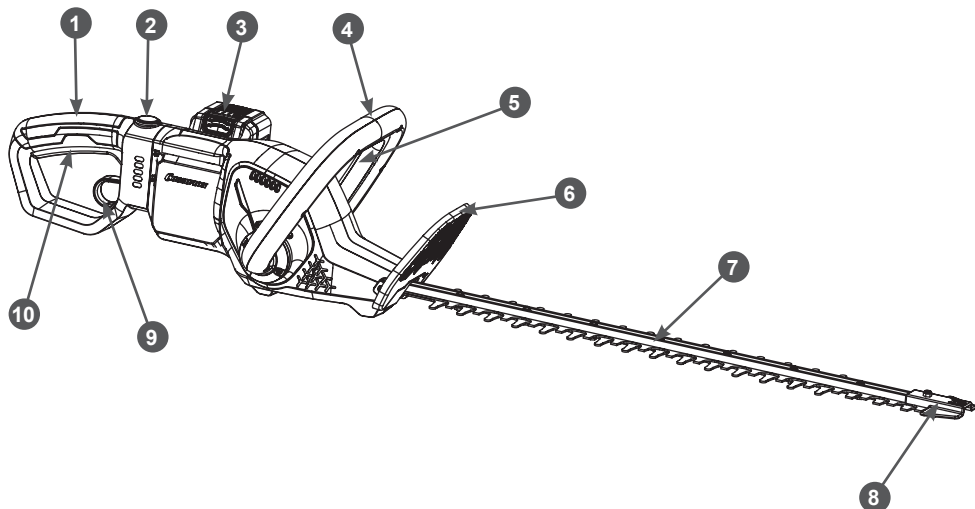
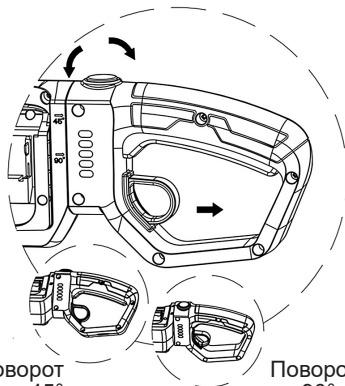

Рис. 1 Основные узлы и органы управления
Рис. 2 Поворот задней рукоятки
Основные узлы и органы управления устройства показаны на Рис. 1.
5. Проверьте исправность органов управления 2, 5, 10 (Рис. 1).
2. Нажмите кнопку включения 2 (Рис.1), индикатор кнопки загорится зеленым светом.
3. Нажмите и удерживайте рычаг блокировки выключателя 5 (Рис.1), после чего нажмите рычаг включения 10 (Рис. 1), ножницы включатся, ножи начнут двигаться.
Для этого потяните за фиксатор положения задней рукоятки 9 (Рис.1) (далее в тексте – фиксатор) и поверните заднюю рукоятку по часовой стрелке или против часовой стрелки (в зависимости от вашей потребности) так как это показано на Рис. 2.